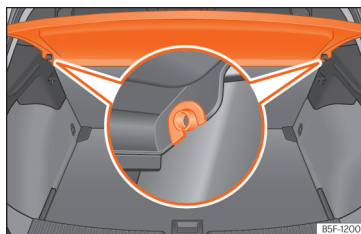

Fig. 175 Na bagageira: desmontar e montar a chapeleira.
- Desencaixe a chapeleira dos suportes laterais »» Fig. 175 puxando-a para cima e retire-a.
- Introduza a chapeleira horizontalmente fazendo coincidir a «fechadura» sobre o eixo dos suportes »» Fig. 175, e pressione para baixo até que encaixe.